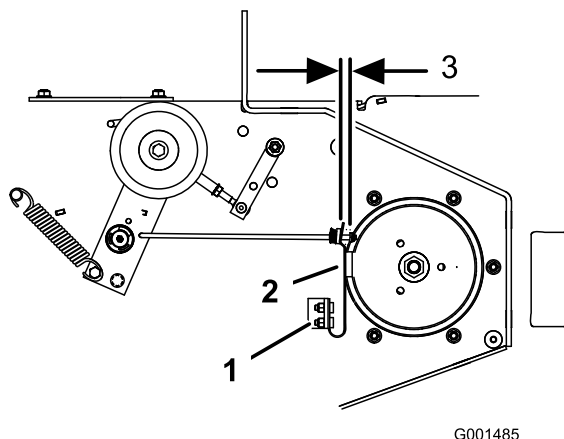

Figura 60
3. Se for necessário, ajuste os parafusos de montagem da mola para que a pastilha do travão da lâmina toque em ambos os lados da ranhura da polia (Figura 60).
4. Ajuste a porca na extremidade da barra do travão da lâmina até haver 3 a 5 mm entre a porca e o espaçador (Figura 60).